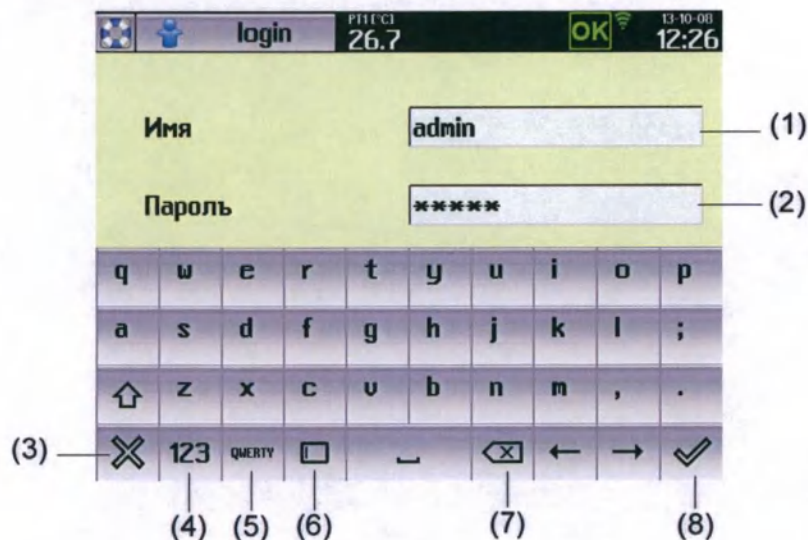

рис. 14
- ❖ При вводе данного логина в русской версии необходимо использовать клавиатуру **qwerty**, см. рис. 14.